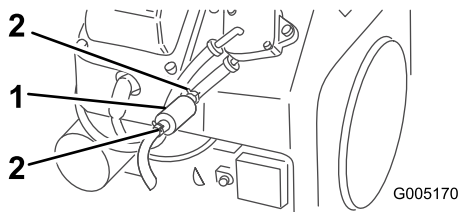

Рисунок 27
4. Сожмите концы шланговых хомутов и сдвиньте их с фильтра (Рисунок 27).
5. Поместите под топливные линии сливной поддон, чтобы собрать утечки, после чего снимите фильтр с топливных линий (Рисунок 27).